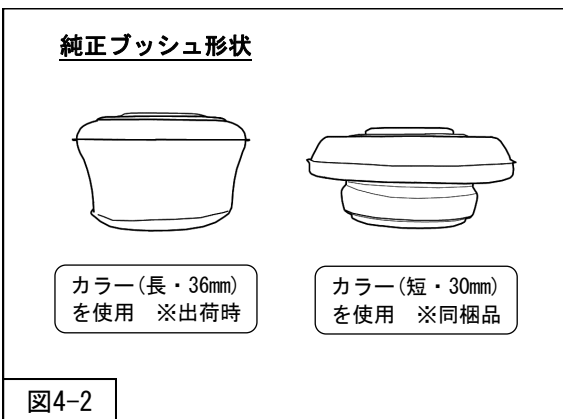

図4-2
2. 図4-2を参考に、タイヤハウス側純正ブッシュの形状でカラーの選択を行い、取付けてください。